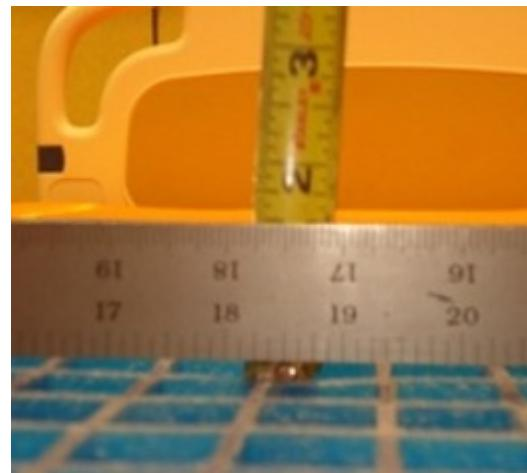

Abbildung 3-4: Messung der maximalen Tiefe
6. Mit einem Maßband den maximalen Abstand (tiefste Stelle) von der Unterkante des Lineals zur Oberseite des Schaumstoffpolsters messen (Abbildung 3-4 auf Seite 3-17).